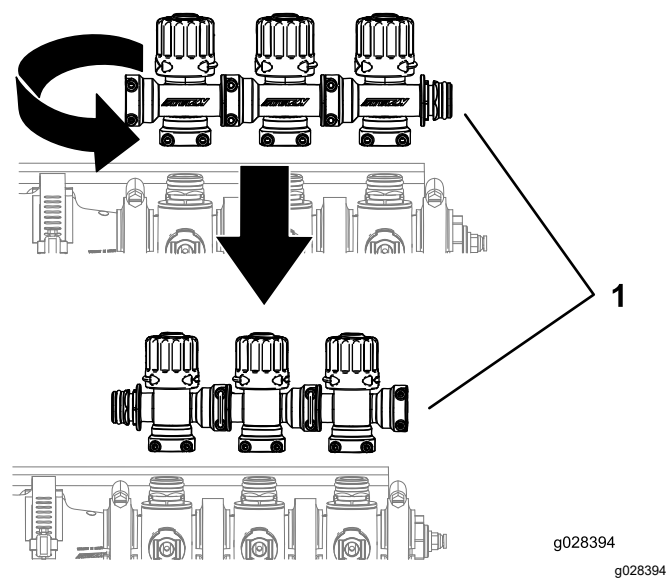

Figura 15
- 5. Rode o conjunto do grupo de válvulas de distribuição da rampa 180 graus como se mostra na Figura 15.